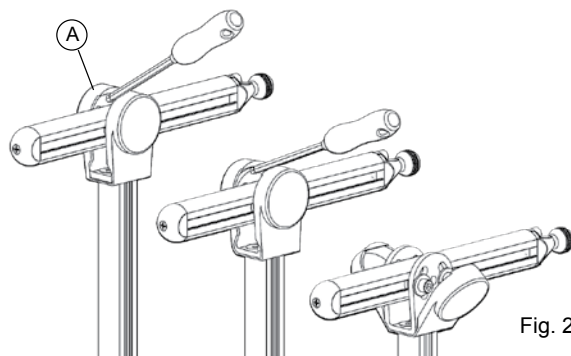

Fig. 2
4. Doe de dop van het horizontale draaipunt (Fig. 2, B) terug op zijn plaats.